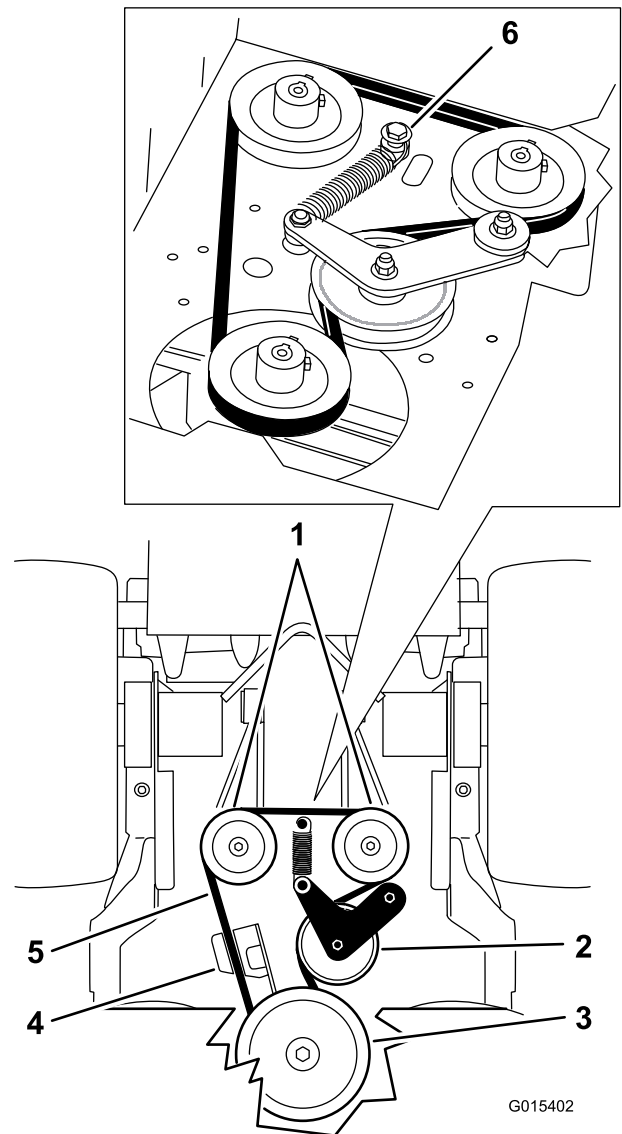

Bild 66
5. Entfernen Sie die Schulterpassschraube, Mutter und Scheibe, die am Motor und an der Feder angeschlossen sind (**Bild 66**).
6. Entfernen des Pumpen-Treibriemens (**Bild 66**).
8. Montieren Sie die Feder auf die Schulterpassschraube und Scheibe und befestigen Sie sie mit der Mutter am Motor (**Bild 66**).